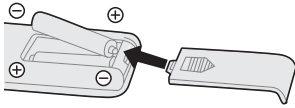

Fig.1
- Introduceți bateriile și asigurați-vă că bateriile sunt amplasate așa cum se arată în Fig.1.